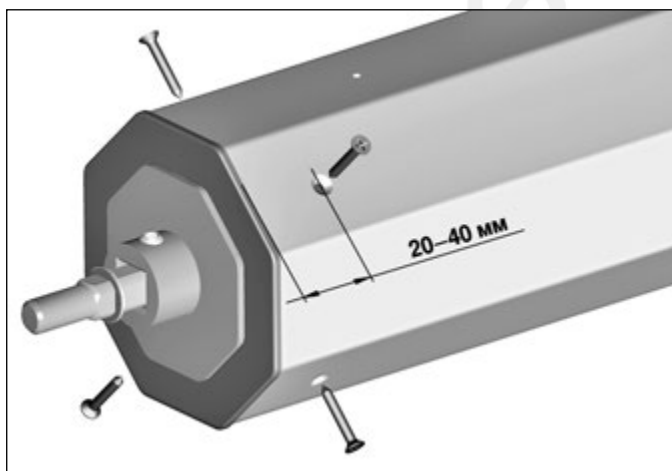

Рис.4.1 Фиксация капсулы регулируемой АРВ102 с валом RT102x2,5.
- 1) После установки капсулы АРВ102 оголовком в октагональный вал RT102x2,5 необходимо зафиксировать капсулу 4-мя самонарезающими винтами 4,2x25 мм (рис.4.1).